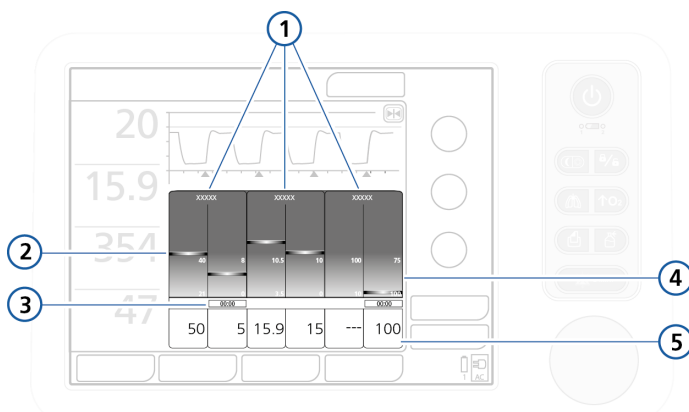

图 7-6. 通气状态面板
通气状态面板（图 7-6），显示了与病人的呼吸机依赖性相关的六个参数，包括氧合状态、CO₂ 清除状态和病人活动。
- 显示通气状态面板（图 7-6）。